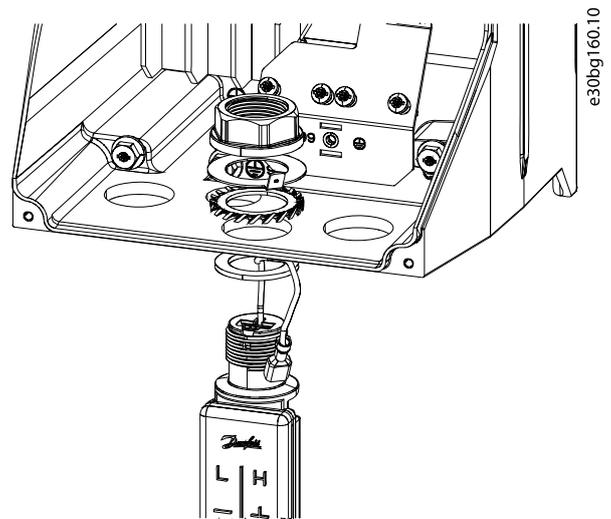

Abbildung 1.3 Mutter, Erdanschluss, Zahnscheibe, Dichtung
2. Setzen Sie Zahnscheibe, Erdanschluss und Mutter innen im Gehäuse auf. Siehe *Abbildung 1.3*.